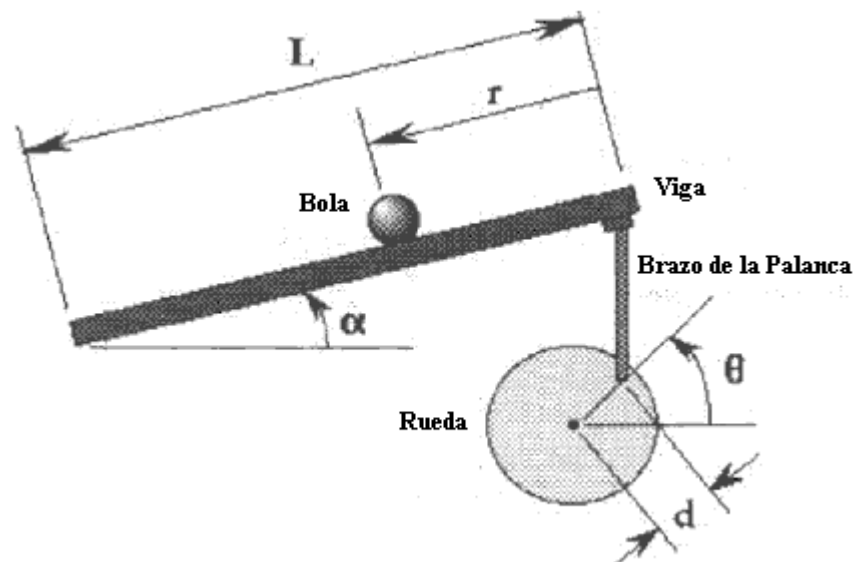

Figura 12. 11. Sistema.
2.- Para el sistema ilustrado en la Figura 12. 11.